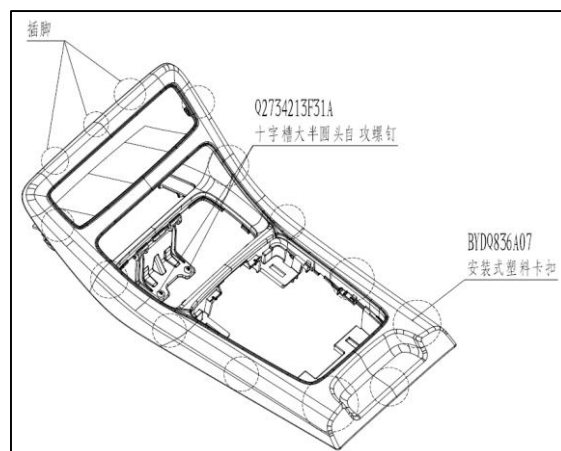

图 1.6.4 换挡操纵机构盖板总成的拆卸
- (1) 用十字螺丝刀把手手机槽支架处的 2 个螺钉松开并取出；
- (2) 把扶手翻开最大角度,用一字螺丝刀沿盖板后端边沿安装点附近分别撬启一条能放下手指的缝隙,然后双手伸入握着盖板将 11 个塑料卡扣和 3 个插脚依次拔出。如图 1.6.4 所示。
- (3) 换挡操纵机构盖板总成的安装:将换挡操纵机构盖板总成的前端3个插脚,对准中风口的开孔后,旋转把换挡操纵机构盖板总成的卡扣与副仪表本体相应的卡扣孔一一对上,用适当的力从前往后依次把各卡脚全部拍入,使之安装到位,同时确保外观要求。